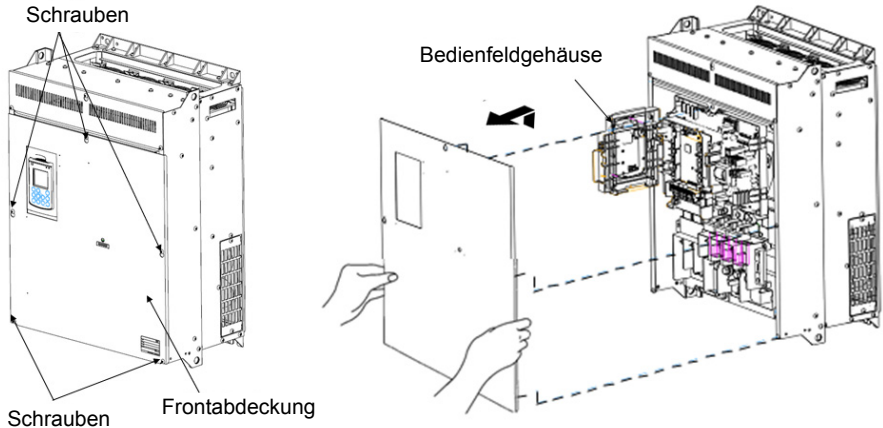

Abbildung 2.3 Entfernen der Frontabdeckung und des Klemmenblocks (FRN110AR1S-4□)
(2) 110 bis 710 kW
- ① Die Schrauben an der Frontabdeckung lösen, das rechte und linke Ende der Frontabdeckung halten, und die Abdeckung zum Abnehmen hochschieben.
- ② Nachdem die notwendigen Kabelverbindungen durchgeführt worden sind, die Oberseite der Frontabdeckung auf die Löcher im Gerät ausrichten, und die Abdeckung durch Umkehren des in Abbildung 2.3 dargestellten Vorgangs wieder anbringen.